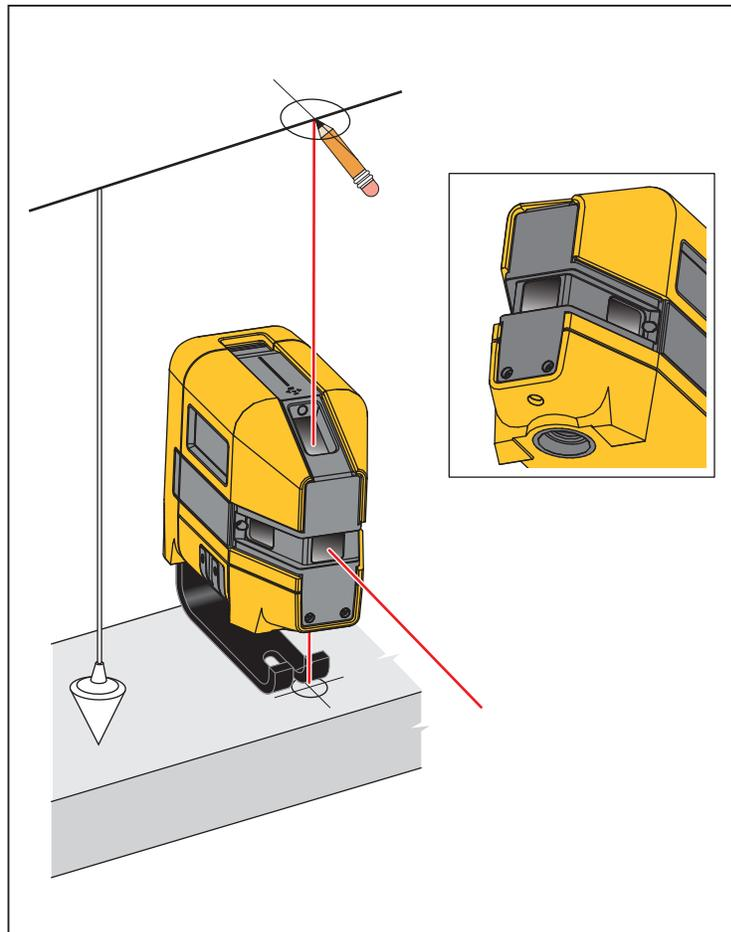

Abbildung 4. Neue Lotrechtmarkierung
2. Den nach unten gerichteten Laser über der Kreuzmarkierung zentrieren. Siehe Abbildung 4.